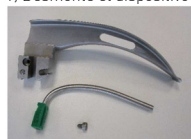

Figura 1
1) Desmonte el dispositivo médico [no ri-integral] [consulte el ejemplo de la Figura 1].
1) Desmonte el dispositivo médico (consulte el ejemplo de la Figura 1).